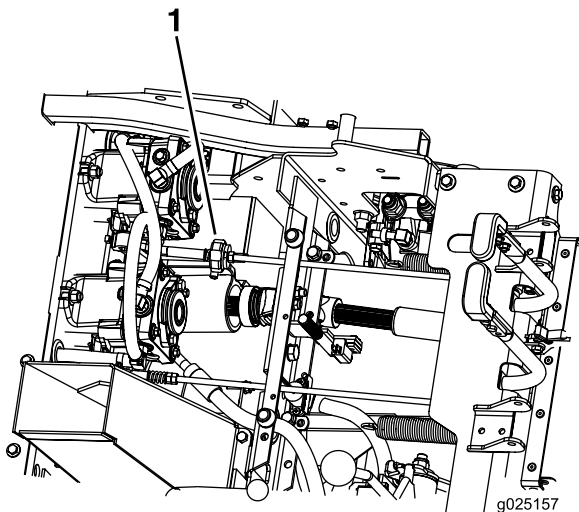

Bild 52
7. Prüfen und stellen Sie sicher, dass die Maschine nicht in der Neutral-Stellung bei aktivierten Feststellbremsen kriecht (**Bild 52**).